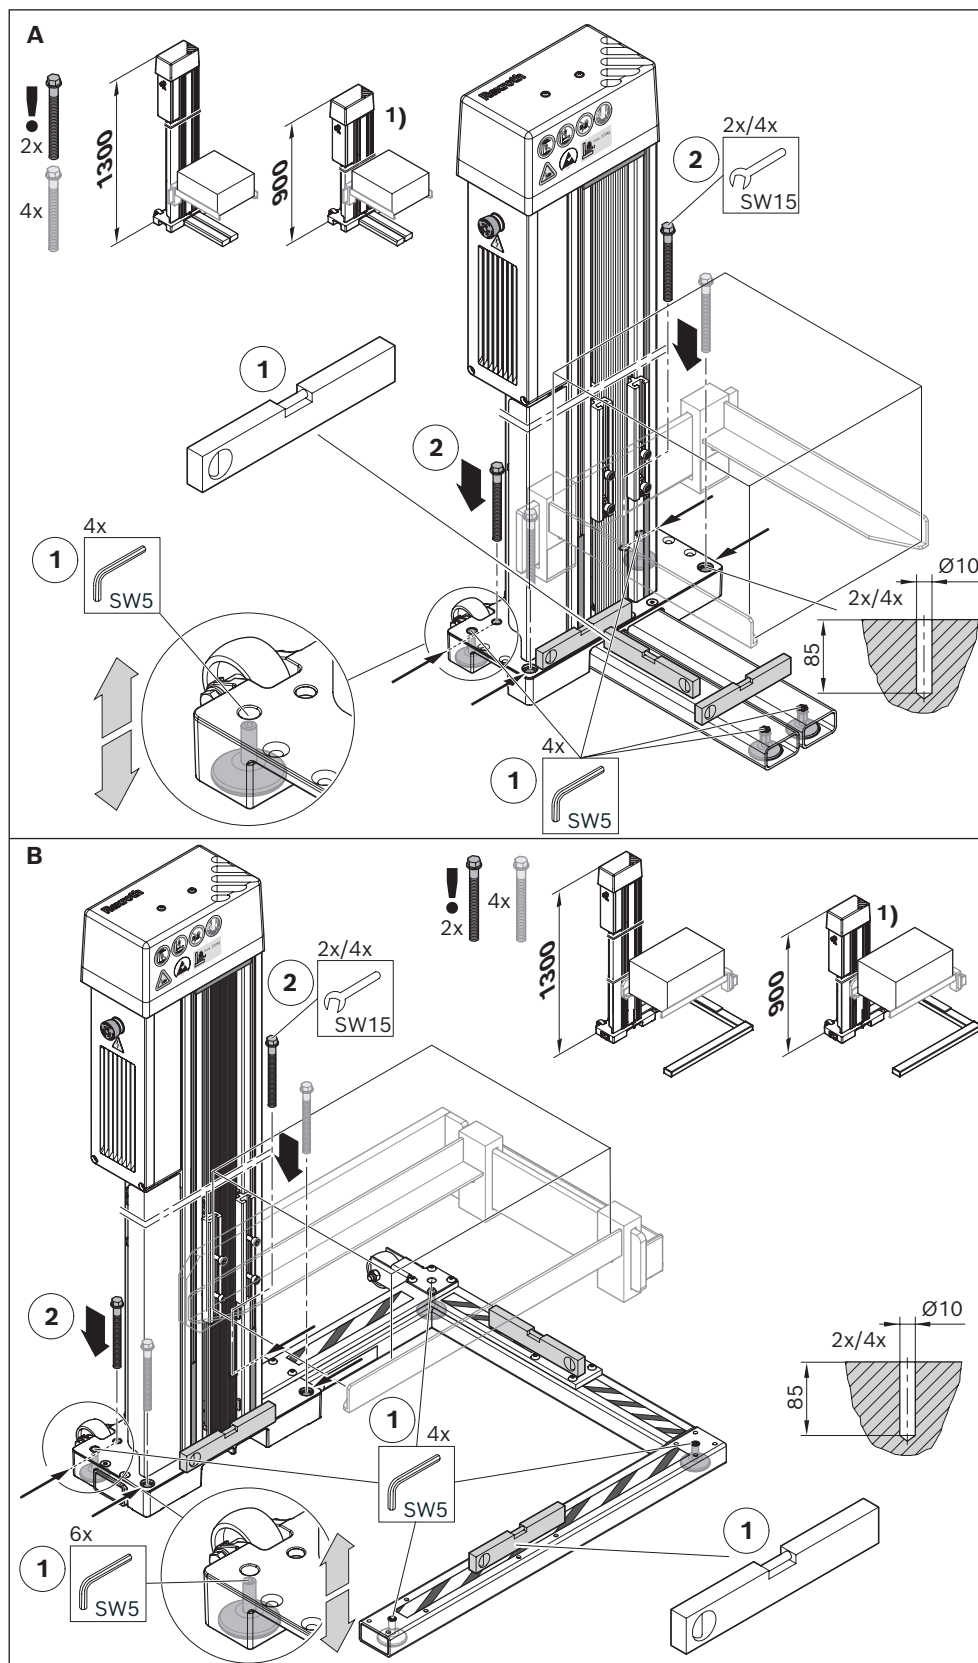
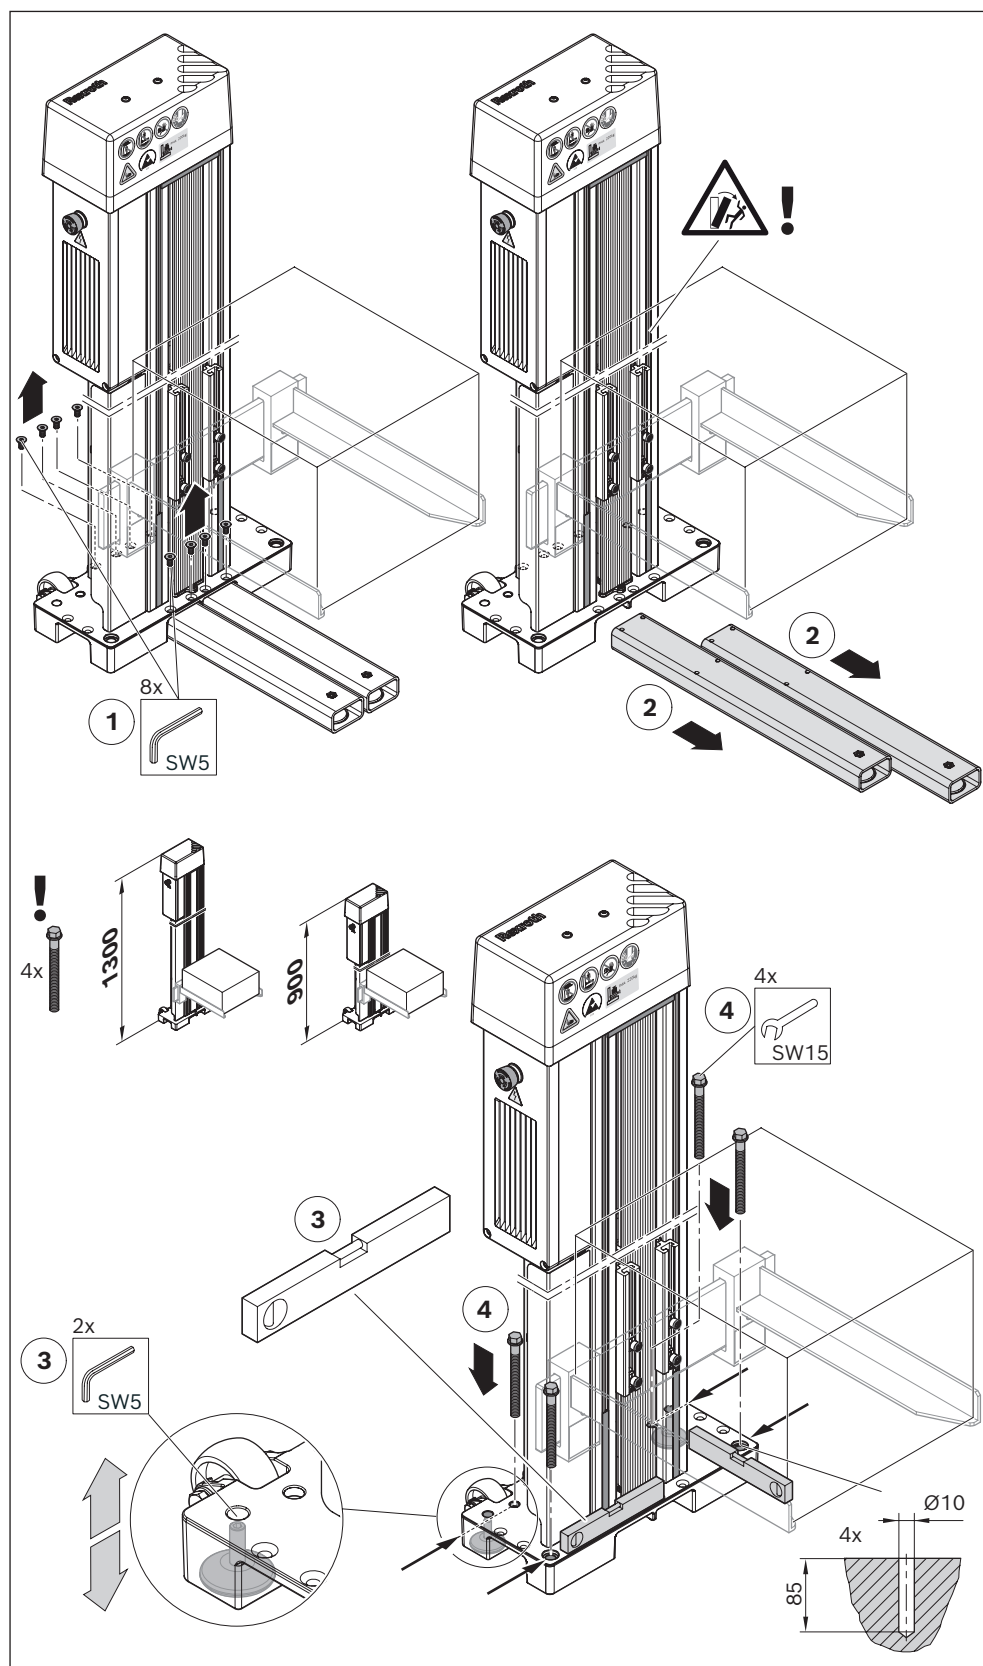

Fig. 15 : Raccord vissé plaque de fond (exemple A avec console droite ; exemple B avec console latérale)
Fig. 16 : Mettre en place l'élévateur de caisses, démonter les consoles et visser au sol
2. Protéger l'élévateur de caisses contre le basculement ¹⁾ ²⁾ ⁴⁾ en nivelant les inégalités à l'aide des pieds réglables de l'appareil (voir Fig. 15 et Fig. 16).
► Si les consoles sont montées sur l'élévateur de caisses, respecter les points suivants en cas de raccord vissé sur la plaque de fond (Fig. 15, Fig. 16) :
- Les irrégularités du sol peuvent être compensées (1) par le réglage des pieds de l'appareil à l'aide d'une clé à six pans creux (SW5) jusqu'à ce que l'élévateur de caisses soit horizontal.
- L'élévateur de caisses doit être vissé à la plaque de fond avec des vis à béton ci-jointes (2) (voir Tableau 7).